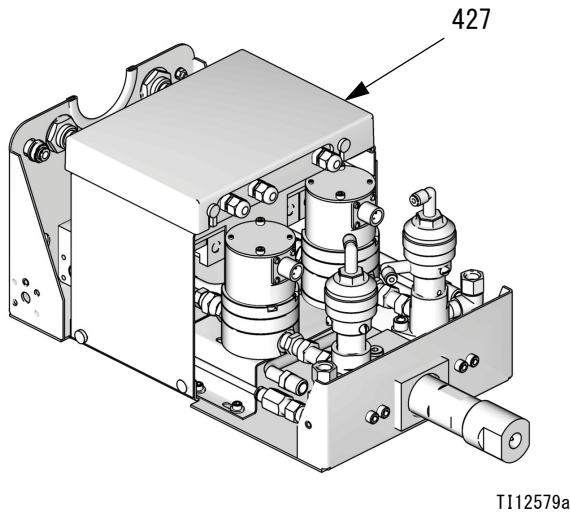

図 27: 制御盤カバーの取り外し
2. 制御盤カバー (427) を取り除きます。図 27.
2. 制御盤カバー (427) を取り除きます。図 27。